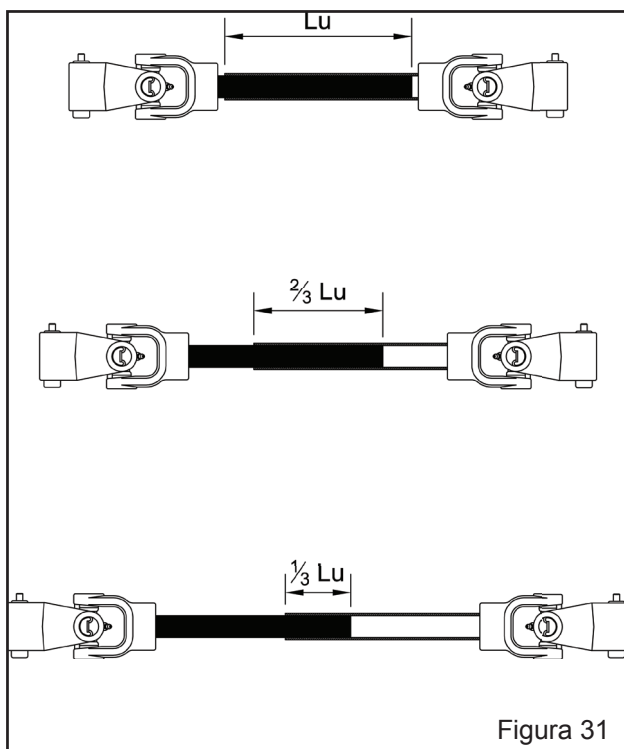

Figura 31
h) Recomenda-se que, a máquina deslocando-se em linha reta, a área de contato entre o macho e a fêmea deve ser de pelo menos de $\frac{2}{3}$ do comprimento do cardan fechado (medida L – Figura 31), em condições críticas, ao fazer curvas fechadas, esta medida não pode ser menor que $\frac{1}{3}$ do comprimento.